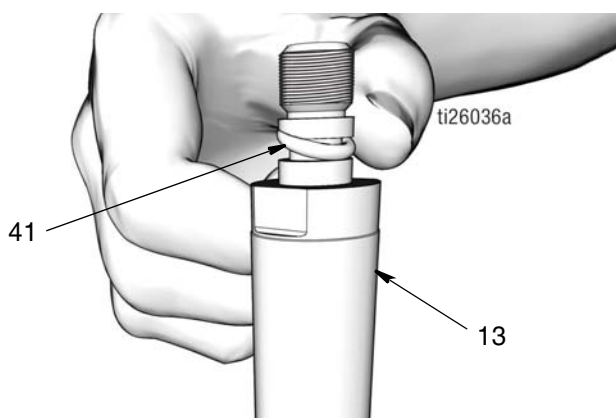

FIG. 46
**REMARQUE : Ne pas serrer la tige de piston (13) dans un étau.**
- Utiliser un chiffon propre pour essuyer la tige de piston (13) et le piston (6) et supprimer toute saleté ou tout contaminant. Examiner les surfaces et rechercher d'éventuels rayures ou dégâts. Remplacer les pièces endommagées.
- Appliquer une mince couche de graisse sur le joint torique (41). Monter le joint torique sur les gorges de la tige de piston (13) (FIG. 46).
**REMARQUE :** Si nécessaire, un cure-dents peut être utilisé pour faciliter la mise en place du joint torique dans les gorges de la tige de piston (13).